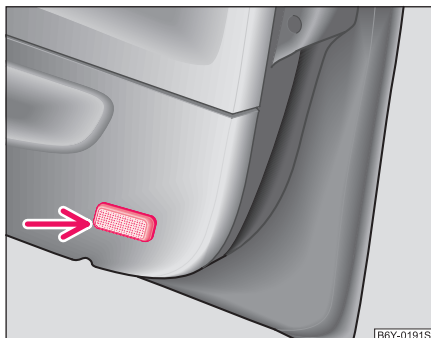

Fig. 164 Demontarea lămpii de avertizare pentru ușile din față
- Introduceți un cuțit sau o șurubelniță, în lateral, între lampă și tapițeria ușii ⇒ Fig. 164. Scoateți cu atenție lampa.